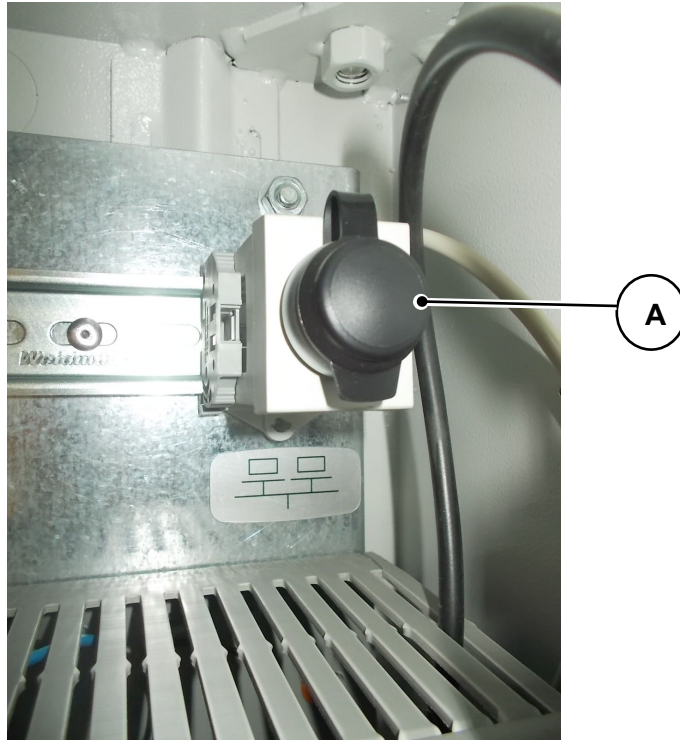

Fig. 06-03
- A. Entrada para a conexão do cabo de rede (dentro do gabinete) (**Fig. 06-03**)